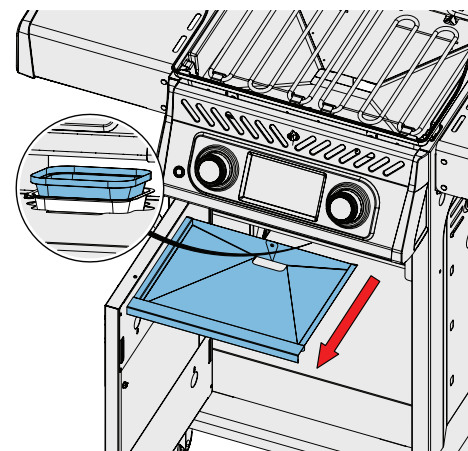

Fig. 8
1. Skjut ut droppbrickan från apparaten för att komma åt den engångs fettbrickan eller för att rengöra droppbrickan. (Fig. 8)
- Rengör ofta för att undvika fettansamling – ungefär var 4-5 användning. (Fig. 8)